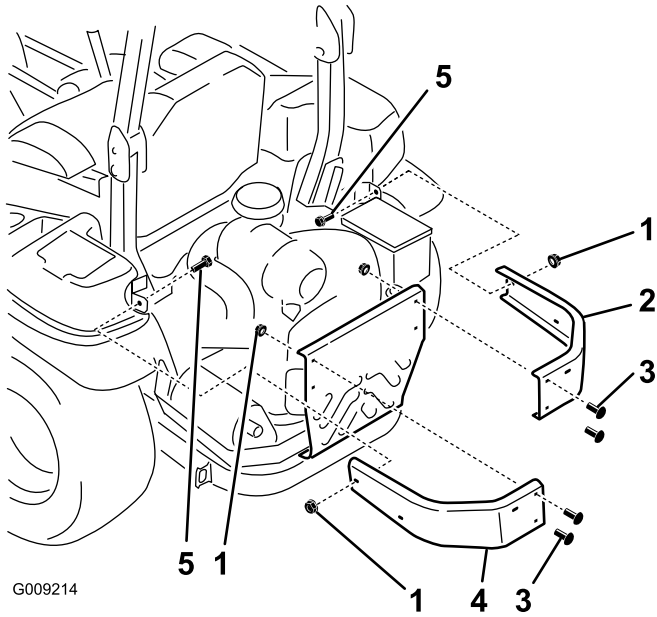

Figure 4
- Retirez les écrous et les boulons qui fixent les pare-chocs latéraux sur la machine (Figure 4).
carrosserie ($\frac{3}{8}$ " x $1\frac{1}{4}$ "), 4 boulons de carrosserie retirés précédemment et 6 écrous à embase ($\frac{3}{8}$ "), comme montré à la Figure 4.